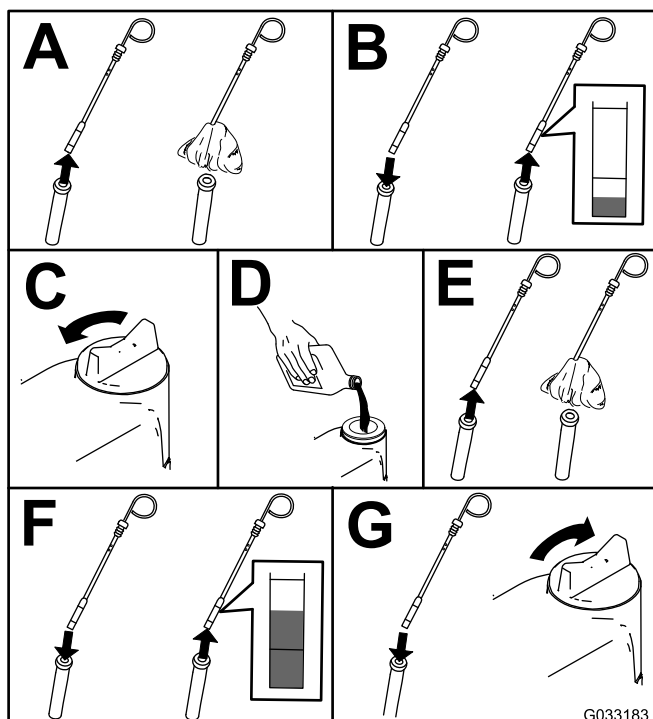

Figura 49
2. Compruebe el nivel de aceite del motor (Figura 49).